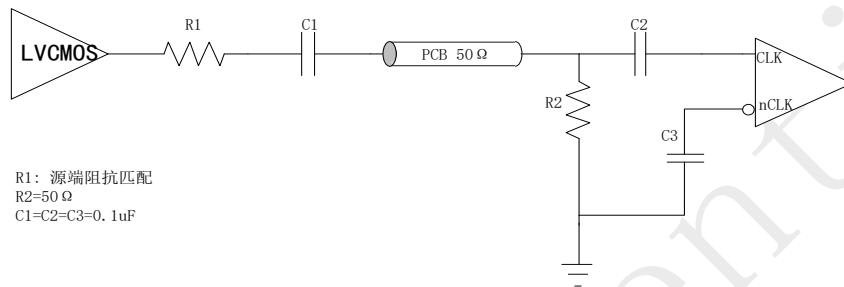
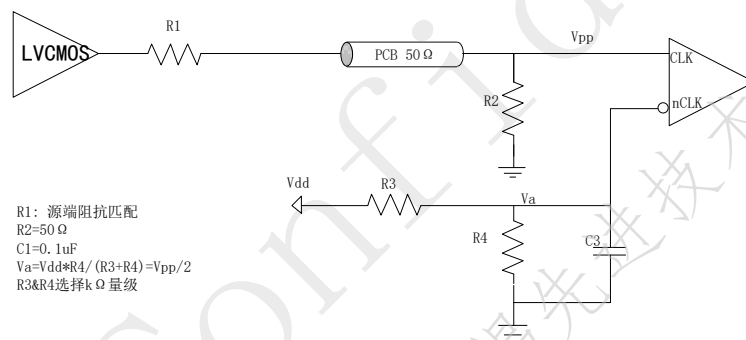

图3. LVCMOS 单端时钟驱动 CLK/nCLK 交流耦合
图4. LVCMOS 单端时钟驱动 CLK/nCLK 直流耦合
**CLK/nCLK 单端输入:** CLK/nCLK 也支持单端 LVCMOS 输入，通过耦合匹配电路将输入信号进行转换，满足规格书定义的电气参数。可以参考图 3 和图 4 推荐的匹配电路。